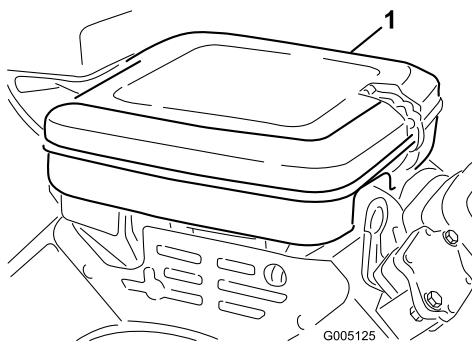

Figura 32
- Solte os dispositivos de bloqueio e retire a cobertura do filtro do ar (Figura 32). Limpe bem a cobertura.